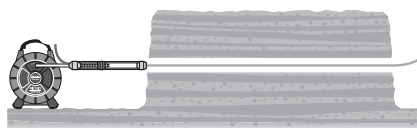

Figure 15 – Réseau tiré à travers le forage
9. À l'aide de la corde, ramenez délicatement le système d'inspection CROSSCHEK à travers le forage en sens inverse (Figure 15). Ne jamais utiliser de force excessive qui serait susceptible d'endommager le matériel. Afin de confirmer ou de parfaire les résultats de l'inspection, celle-ci peut être répétée en ramenant l'appareil.